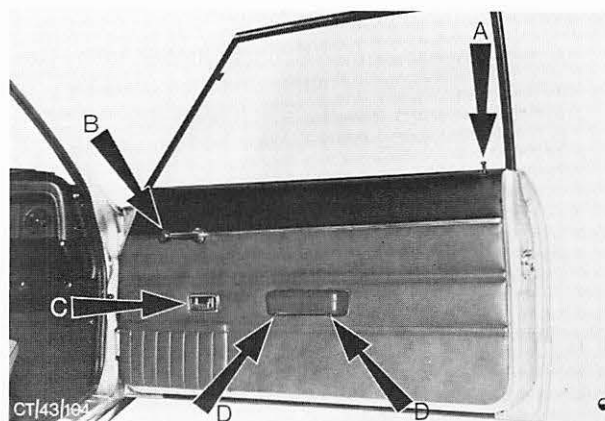

Abb. 25 Einzelteile – Türverkleidung
1. Türverkleidung abbauen, Abb. 25 (siehe Pos. 43 712).